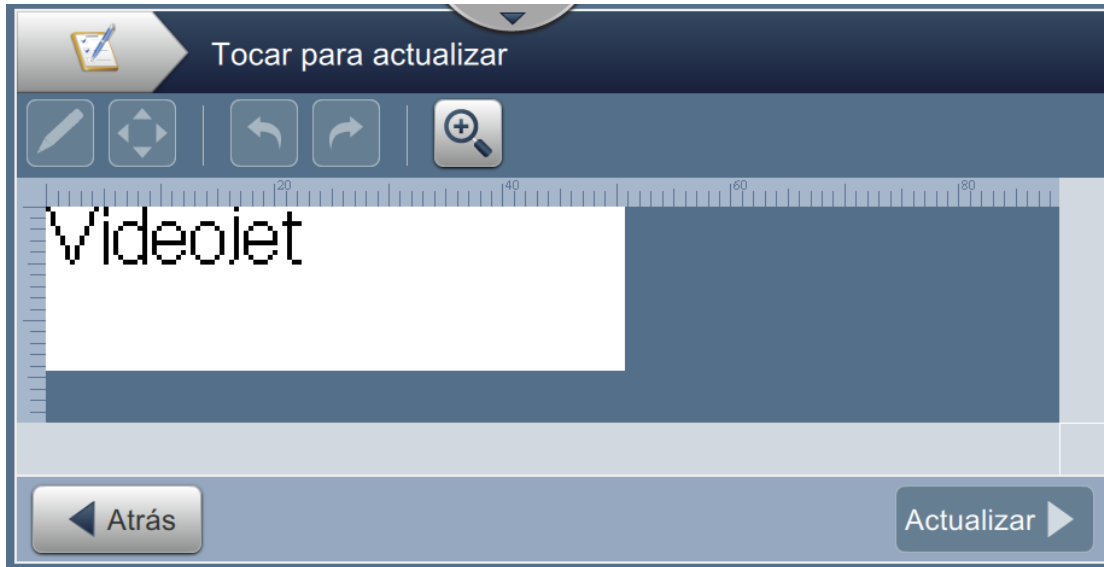

Figura 5-18: Editor de trabajos
como se muestra en la Figura 5-18.
5. Para cambiar la ubicación del campo, selecciónelo y, a continuación, pulse el botón  como se muestra en la Figura 5-18.